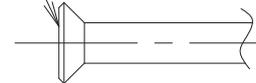

Fig. 20
- Al realizar una conexión abocardada, recubra la superficie interior sólo con aceite de éter o éster de aceite. (Refiérase a la Fig. 20)